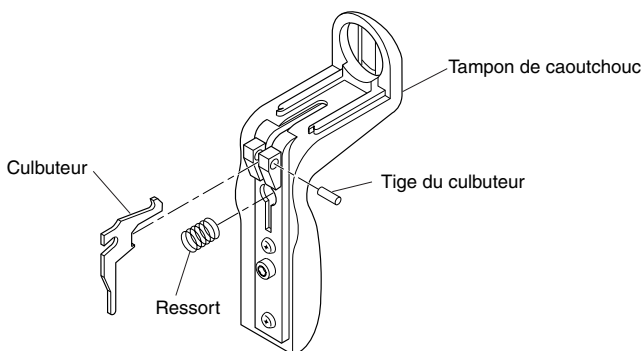

Figure 6 - Retrait du culbuteur
- Repousser la tige du culbuteur (Figure 6).